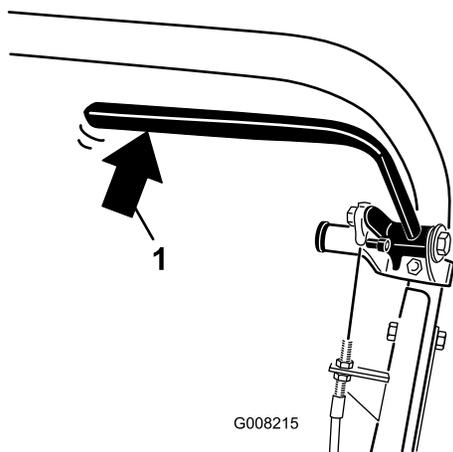

Bild 35
2. Drücken Sie mit einer Federskala rückwärts auf den Betriebsbremsenhebel (Bild 35). Die Feststellbremse sollte sich bei einer aufgebrauchten Kraft von 13,5 bis 18 kg lösen. Wenn sich die Feststellbremse löst, bevor eine Kraft von 13,5 bis 18 kg aufgebracht wird, muss das Bremskabel eingestellt werden. Gehen Sie auf Schritt 3.